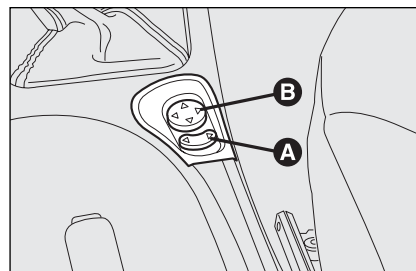

fig. 39
- ☐ mediante o selector **A**-fig. 39 seleccionar o espelho (esquerdo ou direito) onde realizar a regulação;